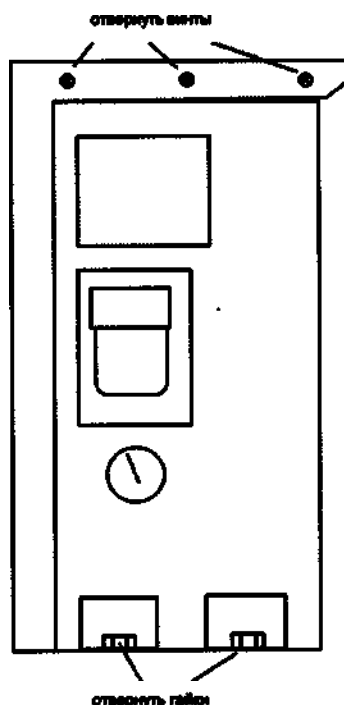

Рис. 11: Правая сторона
D. Снимите зажимы (как показано ниже на Рис. 11), с помощью которых Охлаждающий блок крепится к раме корпуса.